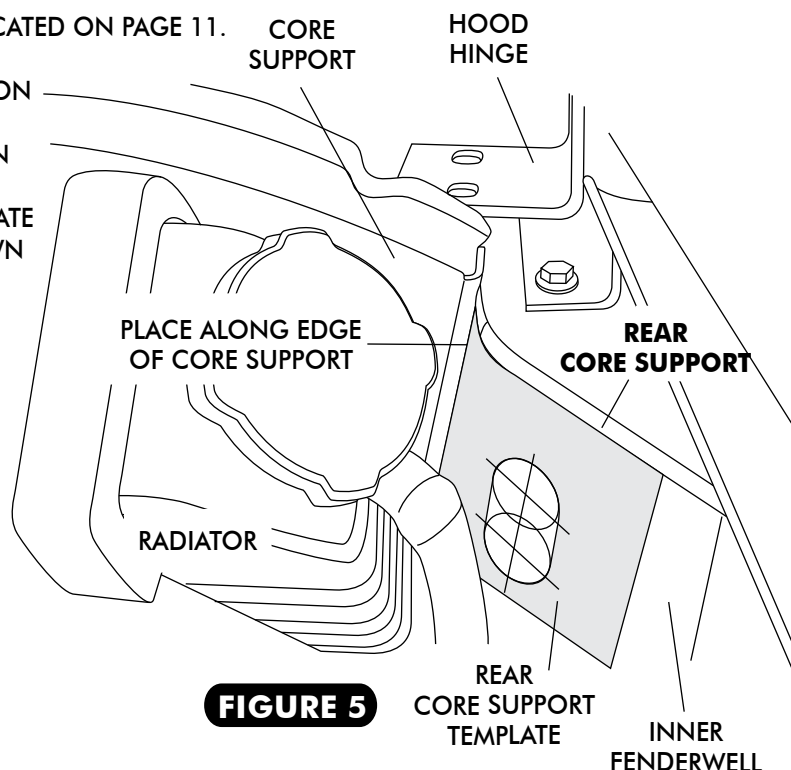

FIGURE 5
- ☐ POSITION THE TEMPLATE AS SHOWN (AS NOTED ON TEMPLATE). PLACE THE TOP EDGE ALONG THE TOP EDGE OF THE INNER FENDERWELL AS SHOWN AND FOLD THE TEMPLATE AROUND THE INNER FENDERWELL ALIGNING THE EDGE OF THE TEMPLATE WITH THE EDGE OF THE CORE SUPPORT AS SHOWN IN FIGURE 5.